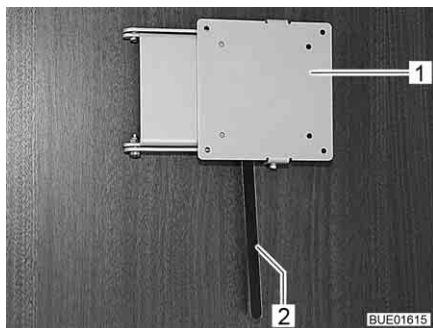

Fig. 76 Soporte con palanca de desbloqueo
- Empujar la palanca de desbloqueo (Fig. 76,2) hacia el lado y girar el soporte (Fig. 76,1) junto con la pantalla plana a la posición deseada.
- Girar la pantalla plana hacia la posición inicial hasta que el soporte (Fig. 76,1) engatille en el bloqueo.